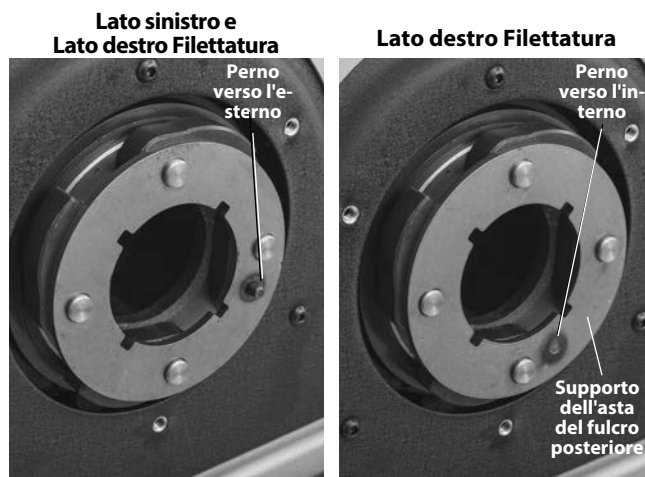

Figura 25B – Supporto dell'asta del fulcro posteriore - Posizionamento del perno
- c. Rimuovere gli E-clip e il supporto dell'asta del perno posteriore (Figura 25B).
- d. Posizionare il supporto dell'asta del perno posteriore in modo che il perno sia rivolto verso l'esterno, quindi reinstallare (Figura 25B).
- g. Per ritornare alla filettatura soltanto di Destra, rovesciare il supporto dell'asta del perno posteriore, in modo che il perno sia rivolto verso l'interno, quindi reinstallare (Figura 25B).